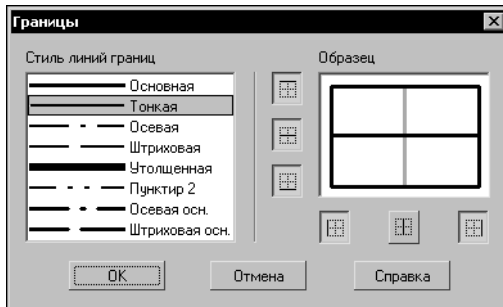

Рис. 69.7. Диалог настройки границ
Управление отображением и стилем линии границ ячеек производится в диалоге настройки границ (рис. 69.7). Для его вызова служит команда **Границы**.
1. Вызовите диалог настройки границ (рис. 69.7).